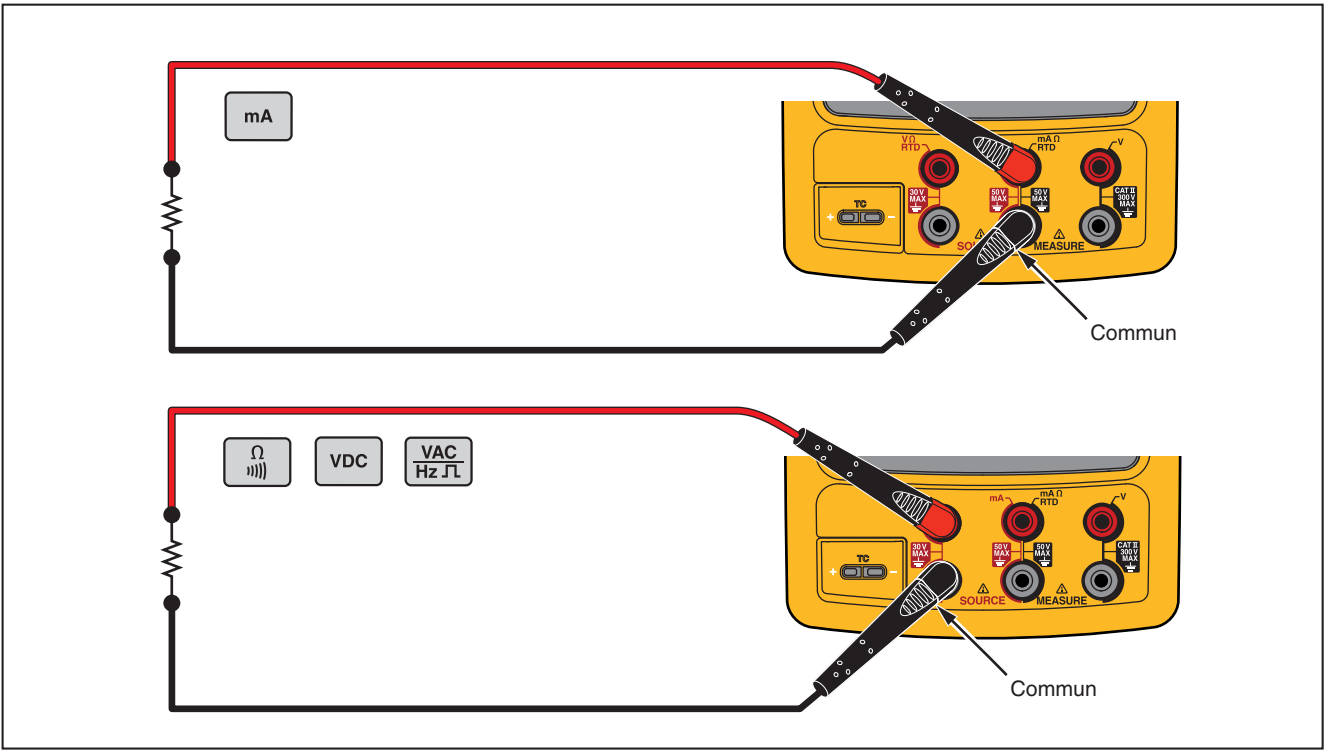

Figure 18. Connexions électriques de source
1. Branchez les cordons de mesure illustrés dans la Figure 18, selon la fonction de source.